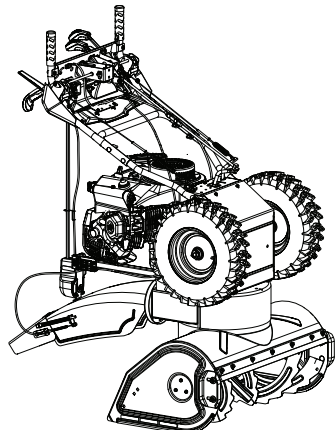

Bild 12
Se Bild 12.
1. Placera maskinen i serviceläge (se Bild 12).